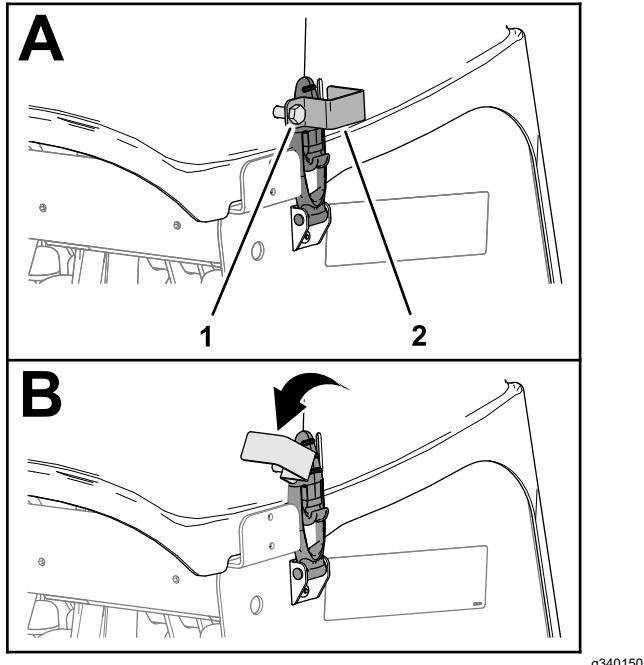

Figura 138
2. Rode a placa de fixação para libertar o trinco (Figura 138).